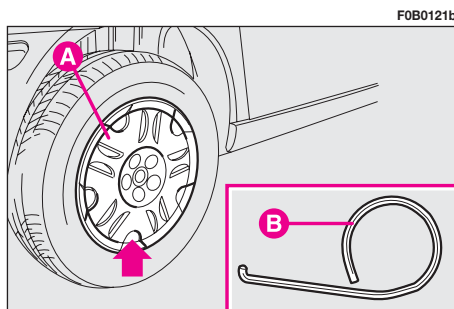

fig. 6
11) quite los embellecedores de las ruedas **A**-fig. 6, tanto en las versiones con llantas de acero como en las versiones con llantas de aleación, (estos últimas montadas a presión), utilizando la herramienta **B** que se entrega con el vehículo ubicada en el contenedor del gato;